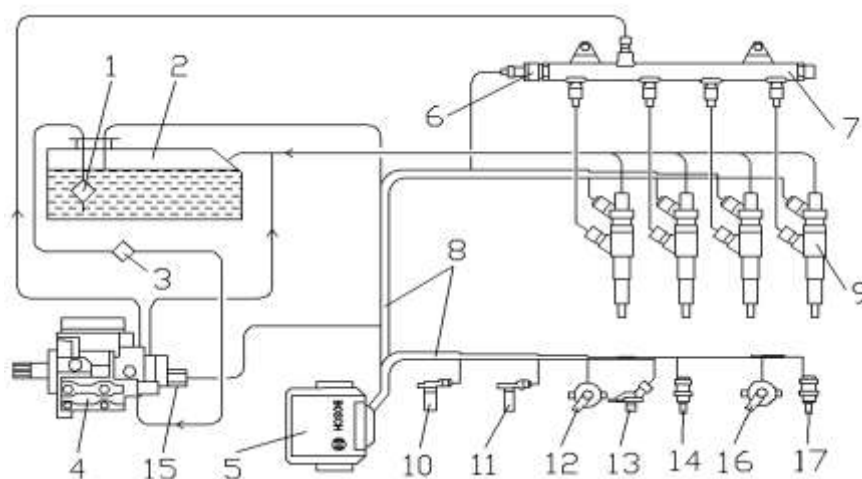

Рис. 5.1 Схема топливной системы:
5.1.1 Топливная система (рис. 5.1)
На автобусах применяется аккумуляторная топливная система Common Rail (CR) производства Bosch. Схема топливной системы CR показана на рис. 5.1.